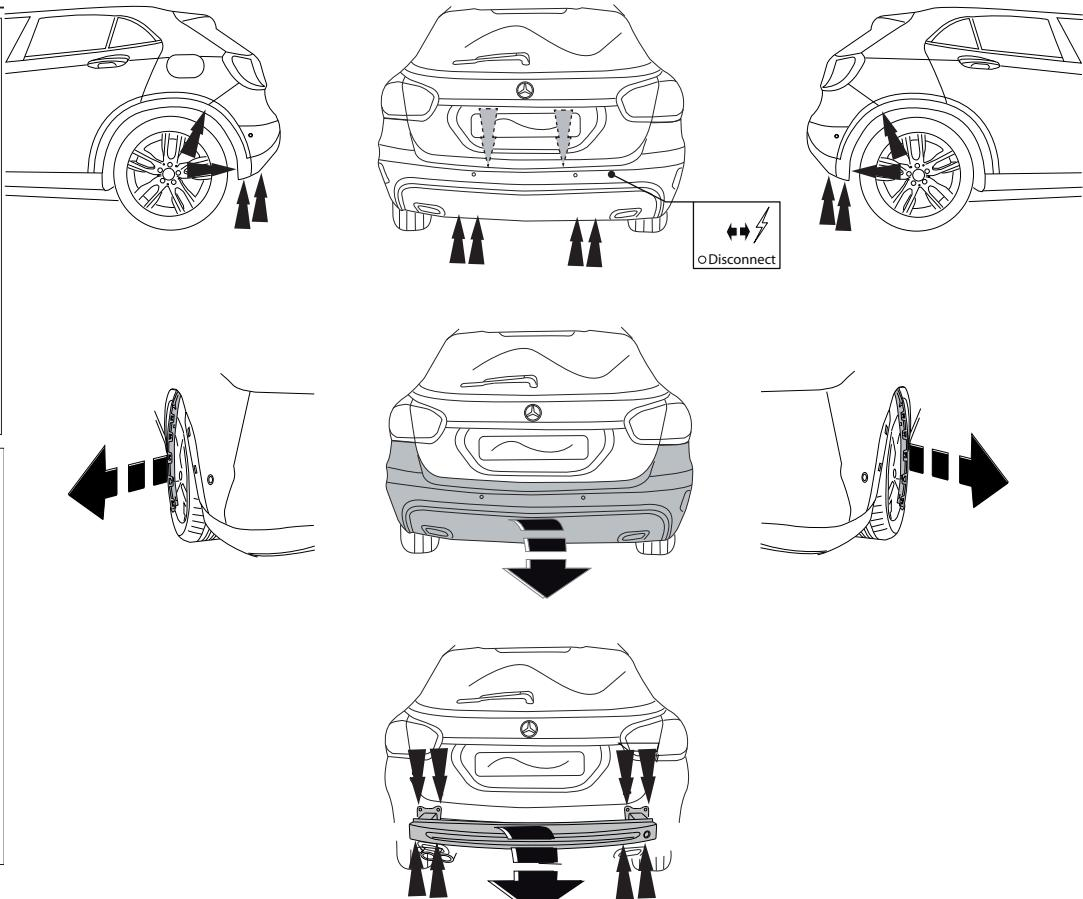

Fig. 1
1. Снять бампер вместе со стальным буферным бруском автомобиля буферный брус больше не понадобится. См. рисунок 1.